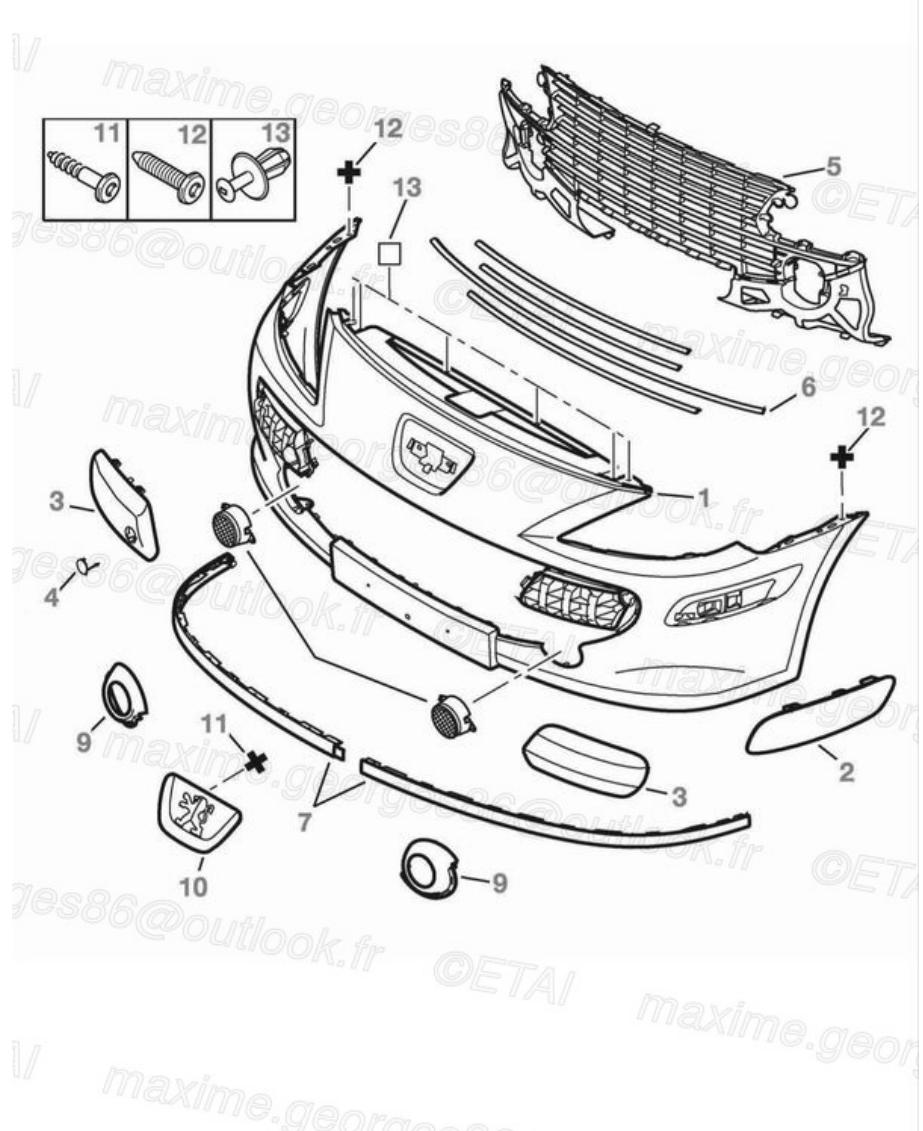

Fig. 5
- Déclipper le pare-chocs (de chaque côté) à l'aide d'une spatule en plastique (**Fig.5**)